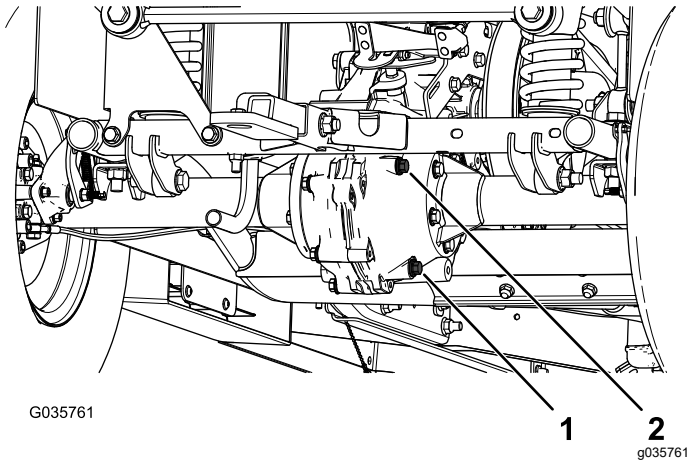

Figure 60
- Enlevez le bouchon de remplissage de la boîte-pont (Figure 60).
- Si le niveau de liquide est trop bas, enlevez le bouchon de remplissage et ajoutez le liquide spécifié jusqu'à ce qu'il ressorte par l'orifice (Figure 60).
- Placez un bac de vidange sous le bouchon de vidange (Figure 60).
- Enlevez le bouchon de remplissage et le joint (Figure 60).
- Enlevez le bouchon de vidange et le joint et vidangez complètement le liquide (Figure 60).